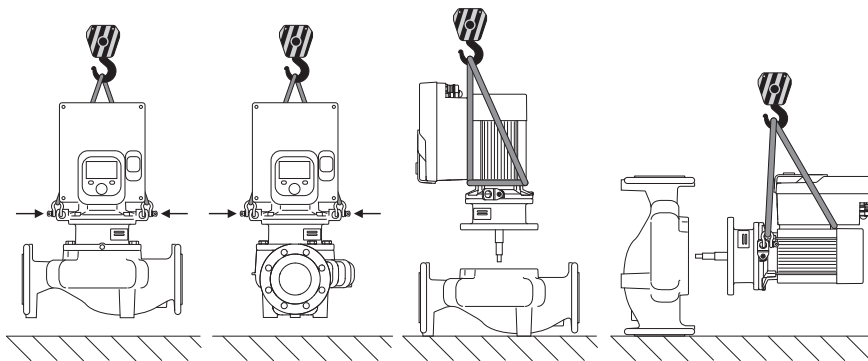

Fig. 6: Lyftriktning enkelpump
Pumpen ska transporteras med tillåtna lyftanordningar (till exempel lyftblock, kran osv.). Lyftanordningar ska fästas på transportöglorna som finns på motorflänsen. Skjut om nödvändigt lyftöglorna under adapterplattan (Fig. 6/7). Säkra pumpen mot att tippa.
1. Lämna två transportöglor (Fig. I, pos. 30) på motorflänsen.
2. Fäst instickssatsen (Fig. 4) på transportöglorna med lämplig lyftutrustning i säkringssyfte. Lägga en rem runt motorn och adaptern till elektronikmodulen enligt Fig. 6 för att förhindra att enheten faller. Undvik att skada elektronikmodulen vid festsättningen.
3. Lossa och ta bort skruvarna (Fig. I/II, pos. 29).